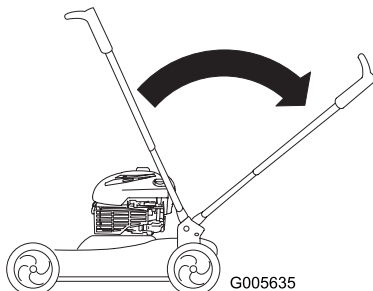

Figure 39
3. Pour déplier le guidon, il suffit de le ramener à la position de fonctionnement (Figure 39).